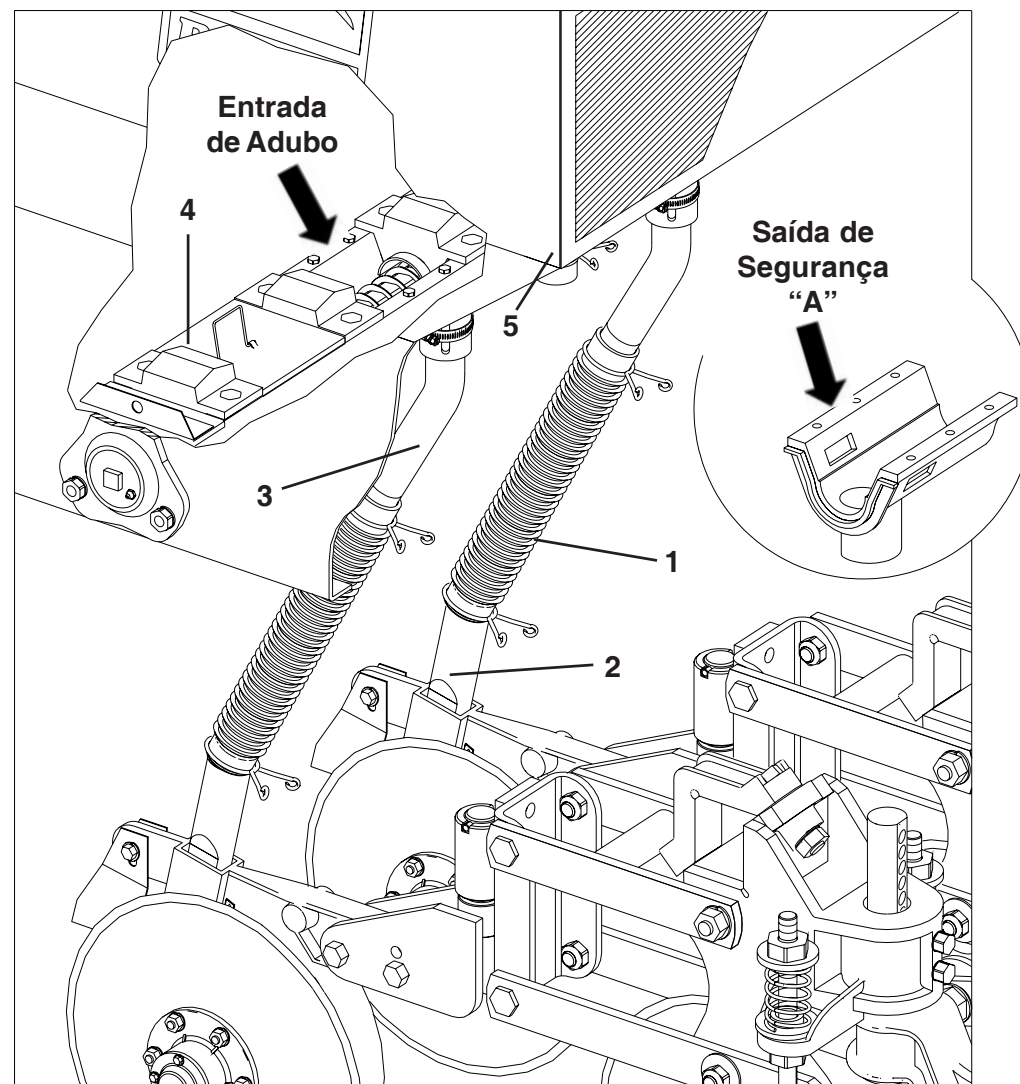

FIGURA 22
SISTEMA DE DISTRIBUIÇÃO DE ADUBO DEPÓSITO METÁLICO / INOX (FIGURA 22)
2 - Ao determinar o número de linhas e o espaçamento desejado, acople os tubo (1) na bica do adubo (2), fazendo a ligação dos tubos que estiverem mais próximos às linhas, evitando que os mesmos fiquem cruzados ou dobrados. Para melhor alinhamento dos mangotes utilize se necessário a bica com grau (3), conforme (**FIGURA 22**).